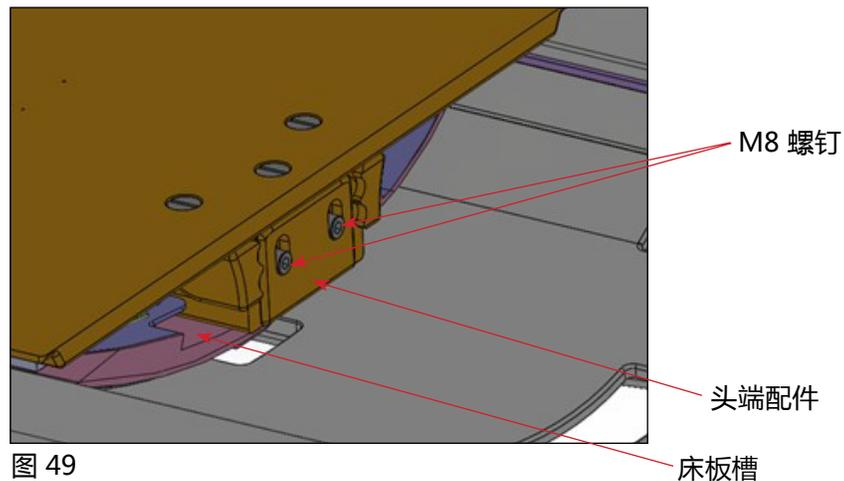

图 49
3. 松开头端配件上的 M8 螺钉, 然后向上或向下滑动前凸缘, 使其到达可以顺畅滑入床板槽的位置(图 49)。